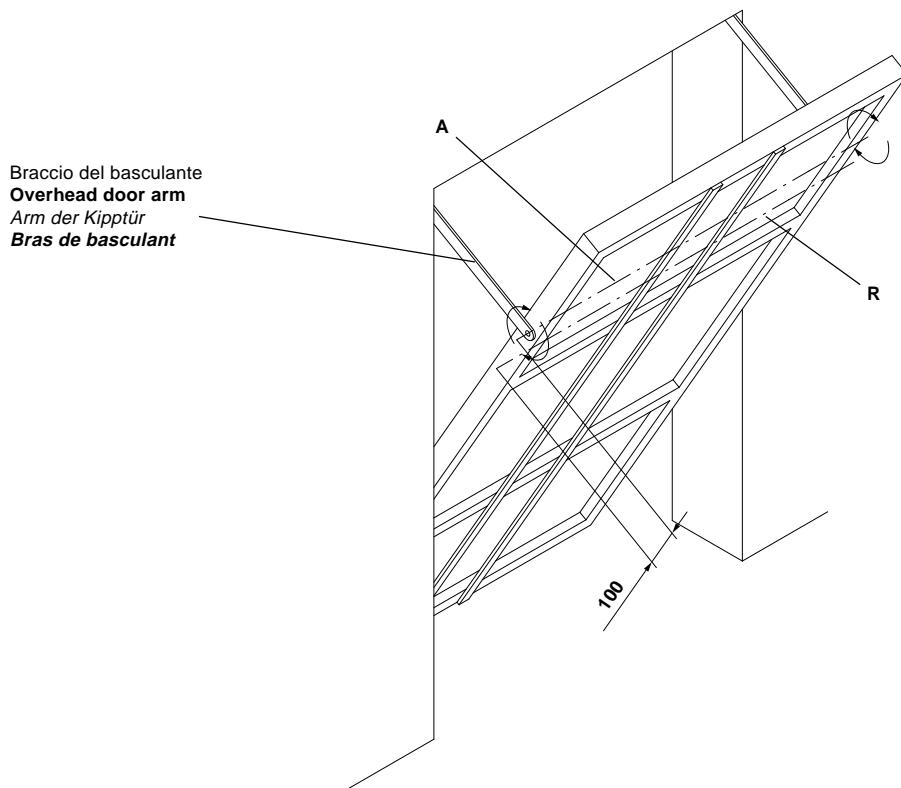
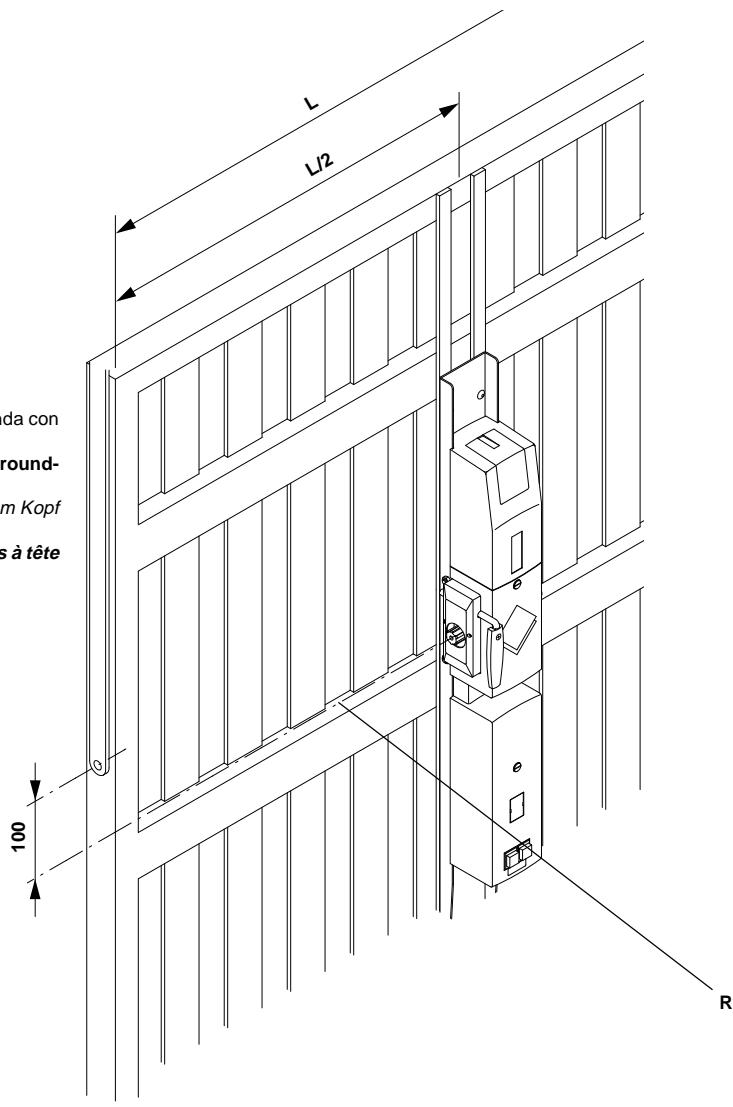

Fig.1
Fig.2
Individuato l'asse di rotazione della porta basculante A, determinare l'asse R passante inferiormente alla distanza di 100 mm (fig. 1); questo è l'asse dell'albero scanalato uscente dal motoriduttore.
Ancorare quindi la piastra del motoriduttore alla porta seguendo le indicazioni della fig. 2.
5.2 Once found the overhead door rotation axis A, determine axis R, 100 mm underneath (fig. 1); this is the splined shaft axis coming from the ratiomotor. Now, secure the ratiomotor base to the door as per fig. 2.